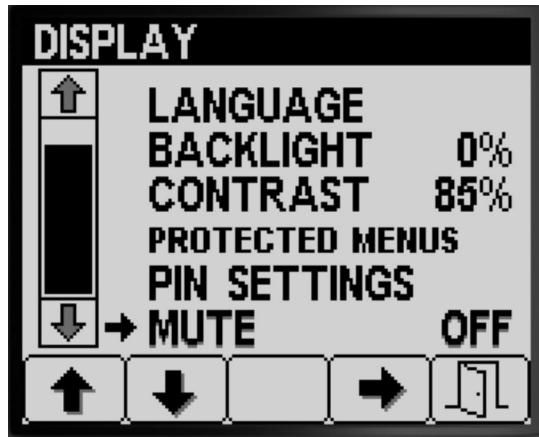

図 31
- ボタン4を押して音声をONまたはOFFに設定する図31。
- ボタン5を押すと設定を保存してミュート画面を終了し、設定画面に戻る図31。